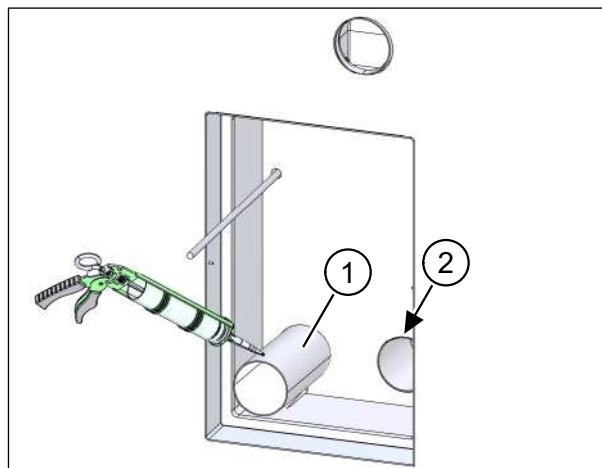

Fig. 42: Inserimento e fissaggio dei tubi dell'aria
- ▶ Applicare sigillante elastico durevole alla guaina esterna dei tubi dell'aria (pos. 1 nella Fig. 42).
- ▶ Spingere i due tubi dell'aria nelle aperture del set di montaggio con dei movimenti rotatori in modo che siano a livello con il lato interno del set di montaggio (pos. 2 nella Fig. 42).